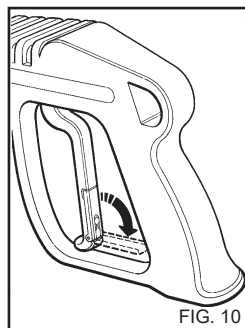

FIG. 10
- Wenn der Hochdruckreiniger nicht benutzt wird, die Sicherheitsvorrichtung am Griff schließen (Fig.10).